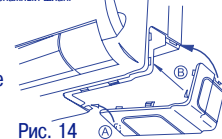

Рис. 14
6) Установите крышку нижней панели в исходное положение (рис. 14).